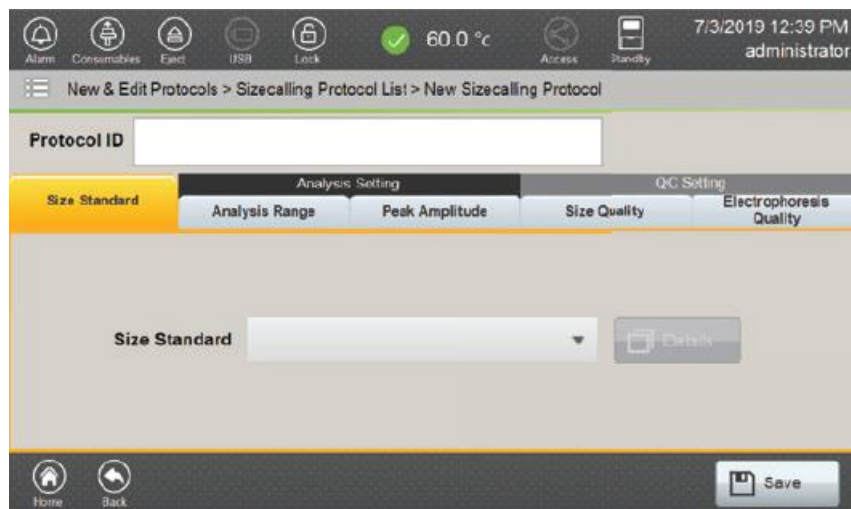

図 128 New Sizecalling Protocol 画面
2. フッターの **Create** ボタンを選択し、New Sizecalling Protocol 画面 (図 128) を開きます。New Sizecalling Protocol 画面には 5 つのタブがあります。
3. Protocol ID を入力し、Size Standard タブのドロップダウンから既存の Size Standard Protocol を選択してください。（図 128）